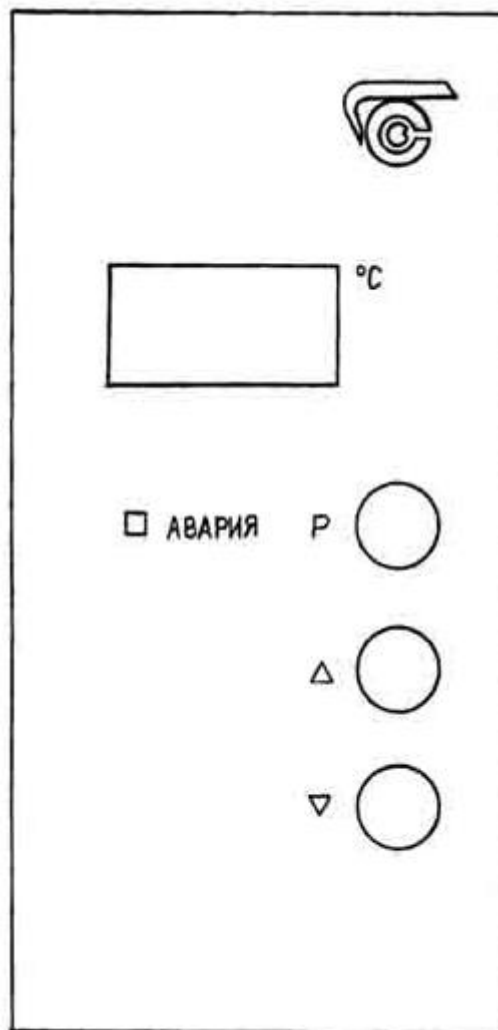

Рис. 1
8.3. Включить переключатель «СЕТЬ» (находится на сетевом блоке, установленном на задней стенке термостата), при этом на цифровом табло панели управления, находящейся на двери термостата (рис. 1) высвечивается текущая температура в камере термостата.